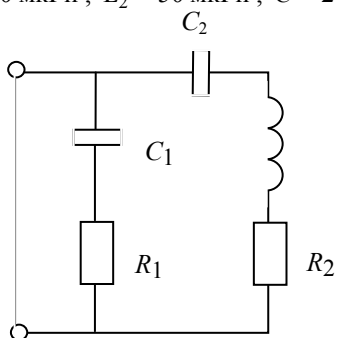

РИС. 4.16
4.3.11. Вычислить частоты резонансов токов  $f_{0T}$ , напряжений  $f_{0N}$ , добротность  $Q$ , характеристическое сопротивление  $\rho$ , коэффициент включения  $p$  и резонансное сопротивление  $Z_{30}$  (рис. 4.16). Параметры элементов цепи:  $L = 220$  мкГн ;  $C_1 = 48$  пФ ;  $C_2 = 320$  пФ ;  $R = 16$  Ом .